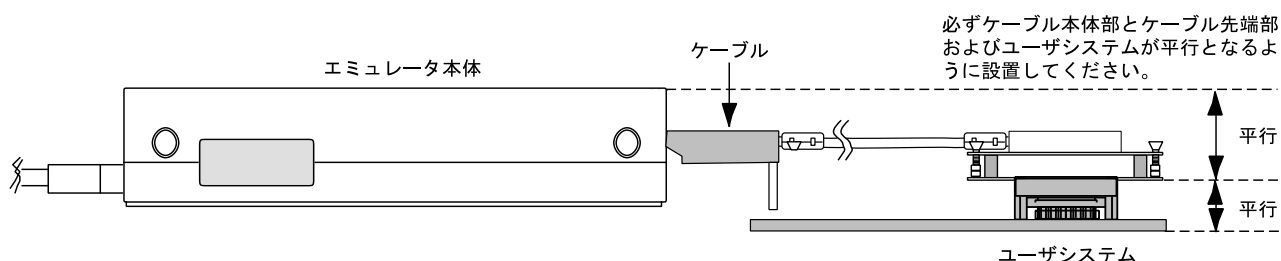

図10 設置例
- (1) ユーザシステムへの接続時には1ピン位置に十分注意して、誤接続は絶対にしないでください。
- (2) 本ユーザシステムインタフェースケーブルを使用する場合の推奨マウントパッド寸法は、MCU 実装用マウントパッド寸法とは異なりますので注意してください。
- (3) 本ユーザシステムインタフェースケーブルは、HS3664EPI61H エミュレータ専用ですので、他のエミュレータ本体には使用しないでください。
- (4) ケーブル本体部が断線する可能性がありますので、本ユーザシステムインタフェースケーブルの上に重いものや金属等の角の尖ったものを置かないでください。
- (5) ユーザシステムに接続した状態では、ユーザシステムインタフェースケーブル、特にケーブル先端部に無理な力が加わらないように注意する必要があります。図10の設置例を参照してご使用ください。